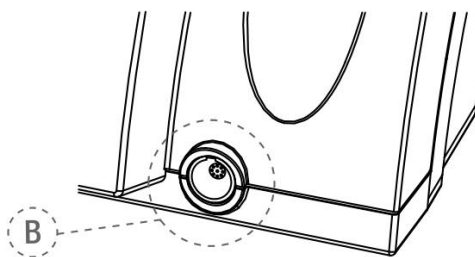

Fig. 3 – Tomada metálica
3. Introduza o conector do cabo do micromotor na tomada metálica de 9 pinos na parte frontal do aparelho (B - vide Fig. 3).